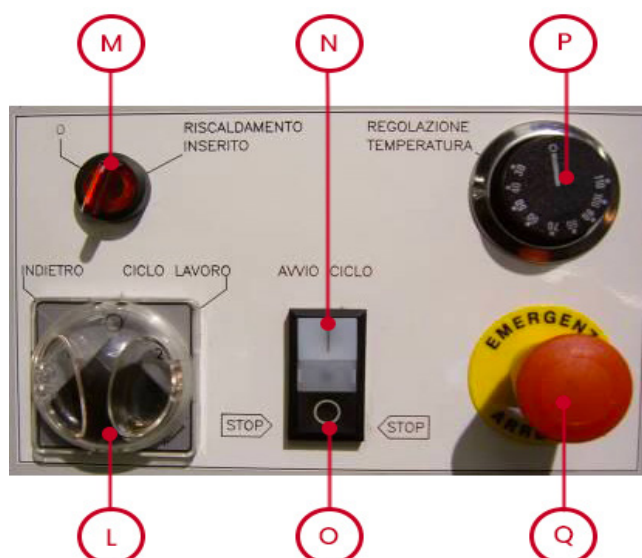

Fig. 7
4.2 CHAUFFAGE DES COUTEAUX (fig. 7)
4.3 MISE EN MARCHÉ ET UTILISATION (fig. 7 – Vue latérale)